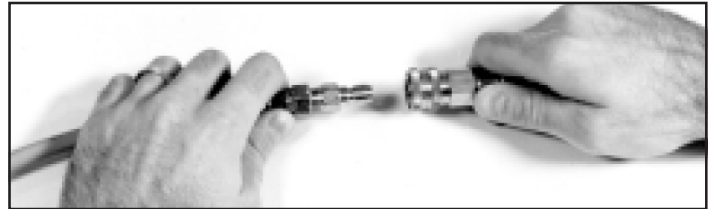

Рис.2 Connect Jetter Hose
- Подсоедините соединительный шланг барабана к выходной быстроразъемной муфте насоса. (см. рис.2).